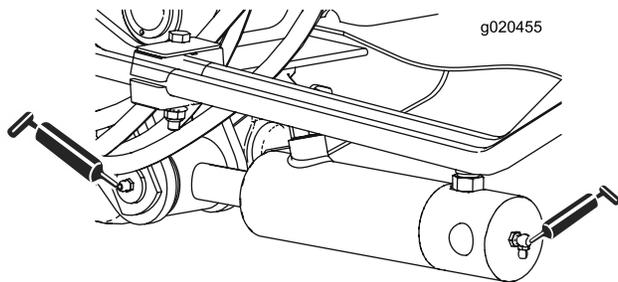

Рисунок 67
- Втулки цилиндров подъемных рычагов (2 шт. с каждой стороны) (Рисунок 67)